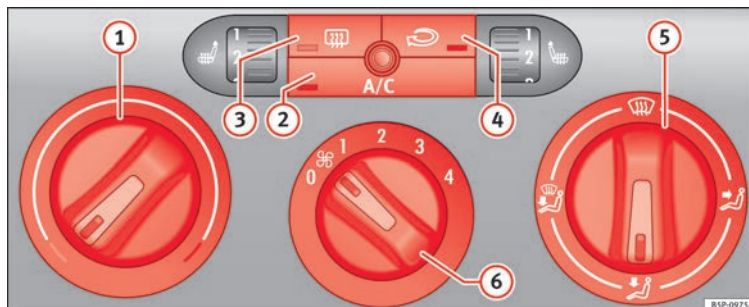

Fig. 116 Mandos del Climatic en el tablero de instrumentos.
» **fig. 116** ① hacia la derecha hasta alcanzar el grado de calefacción deseado.
Con la recirculación de aire conectada **» fig. 116 ④**  se evita que los malos olores o el aire contaminado del exterior, por ejemplo, al atravesar un túnel o en un atasco, penetren en el habitáculo.